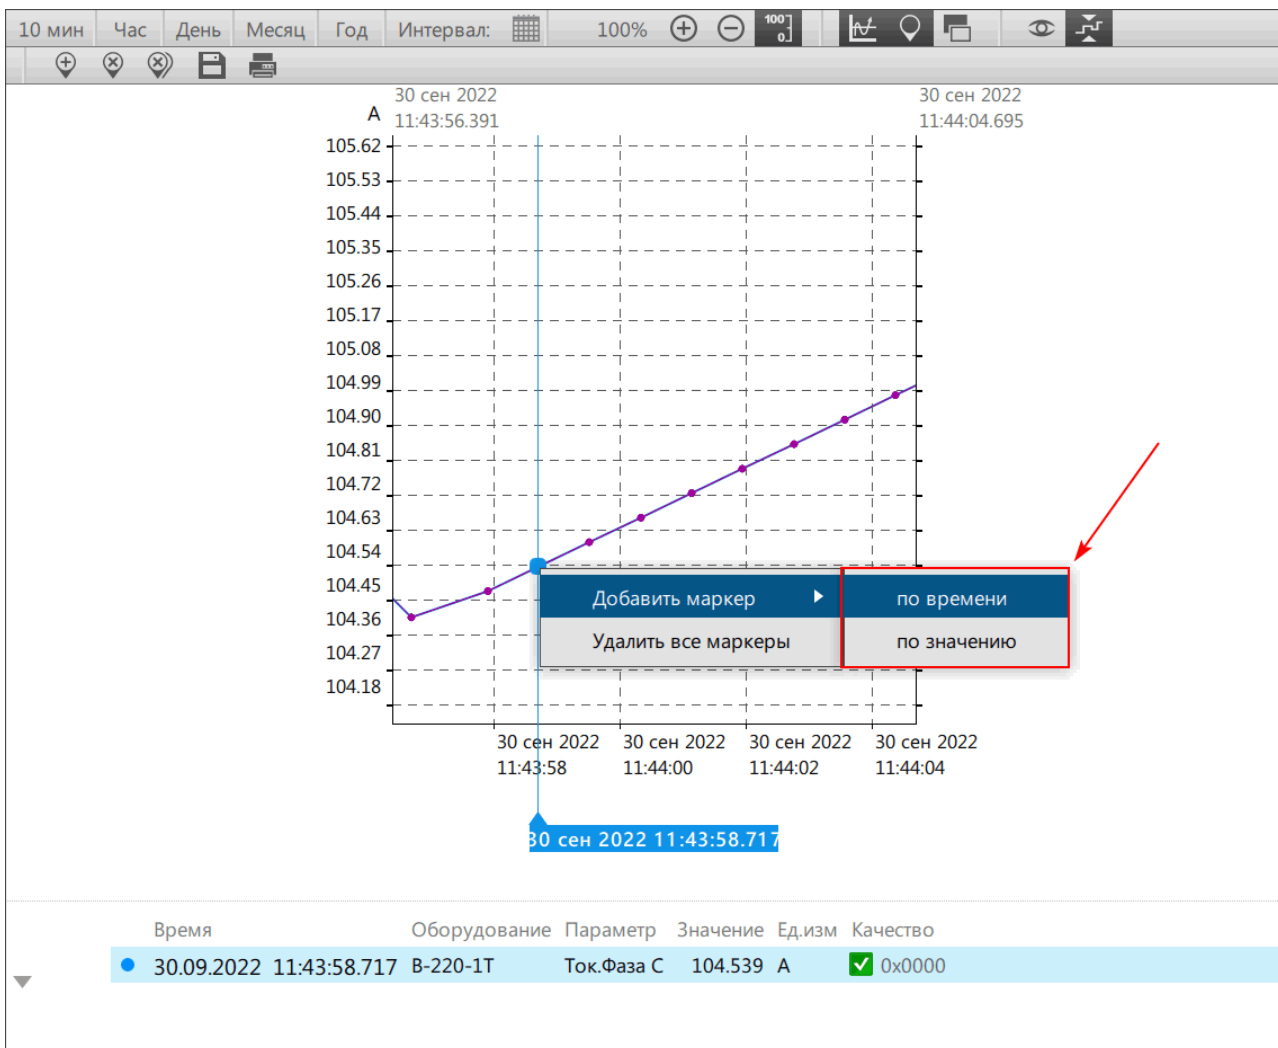

Рисунок 105 - Добавить маркер
3. Выберите **Добавить маркер** → по времени / по значению (Рисунок 105).